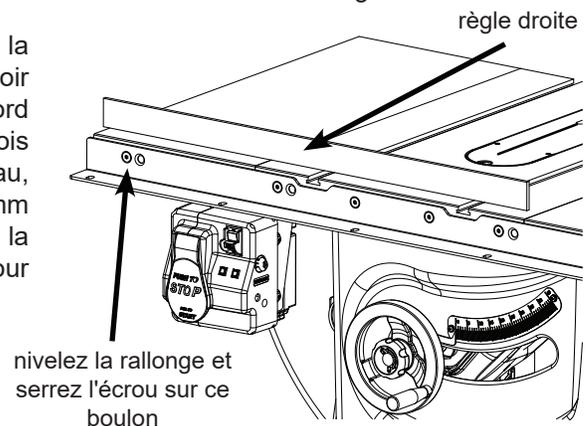

Fig. 5
5. Utilisez une règle droite pour niveler le bord avant de la rallonge gauche au dessus de la table en fonte d'acier (voir fig. 5). Vous devrez peut-être tirer ou pousser sur le bord extérieur de la rallonge pour la mettre à niveau. Une fois que le bord avant de la rallonge gauche est de niveau, utilisez une clé hexagonale de 5 mm et une clé de 13 mm pour serrer complètement l'écrou sur le boulon qui fixe la rallonge gauche au rail avant. Répétez cette procédure pour mettre à niveau le bord avant de la rallonge droite.